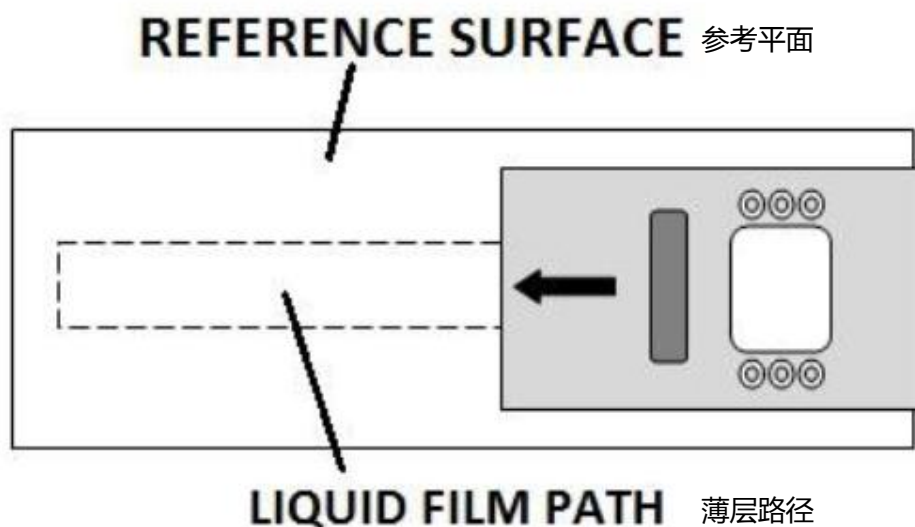

Figure 7
3、将设备返回到参考表面中心的操作位置（轮子向下），后边缘大致均匀，如下图所示（图 7）。单元侧面的箭头表示传感器的大致前后位置。